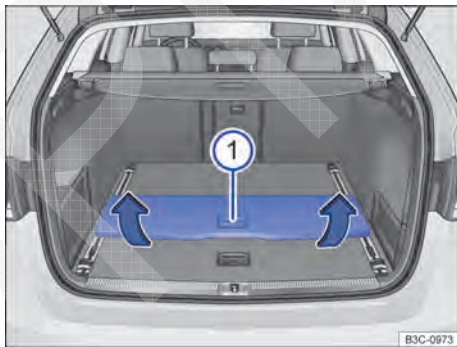

Fig. 131 No compartimento de bagagem: desinstalar o assoalho do compartimento de bagagem móvel.
- Manter o botão pressionado na alça ⇒ Fig. 131 ① e, segurando pela alça, levantar o assoalho do compartimento de bagagem móvel para fora dos trilhos, no sentido da seta ⇒ Fig. 131.